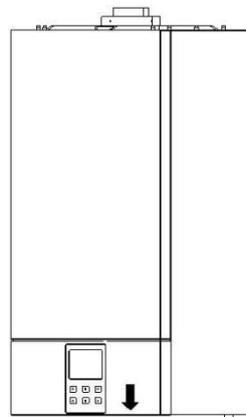

Рис. 17
- > снимите винты фиксации передней крышки; (рис. 17);
- > для снятия передней крышки потяните ее вверх и наружу, (рис.17)
- > откиньте наружу панель управления (рис. 17)